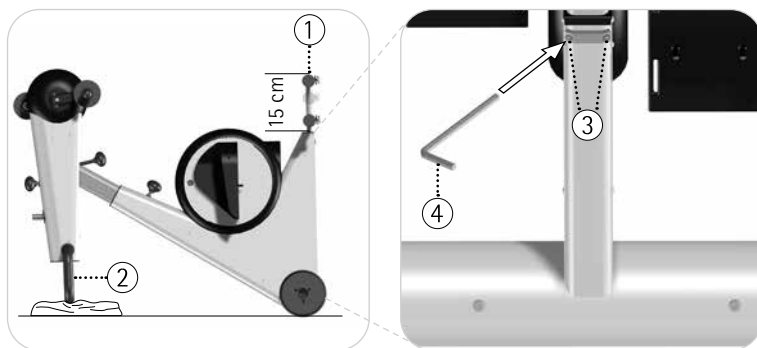

Fig. 4.1, 4.2
vedere Fig. 4.1, 4.2 Sollevate il MOTOmed dal piede d'appoggio piccolo ① e ribaltatelo con delicatezza verso dietro. Appoggiate il MOTOmed alla maniglia ②. Ponete al di sotto un imbottitura a protezione. Allentate entrambe le viti a testa cilindrica ③ con la chiave SW 4 in dotazione ④. Infilate la chiave SW 4 nelle viti a testa e girate la chiave in senso antiorario. Non estraete completamente le viti. Non sono assicurate contro un allentamento completo. Estraete il piede di appoggio piccolo ① di circa 15 cm. Fate attenzione a mantenere una profondità di inserimento minima di 10 cm!